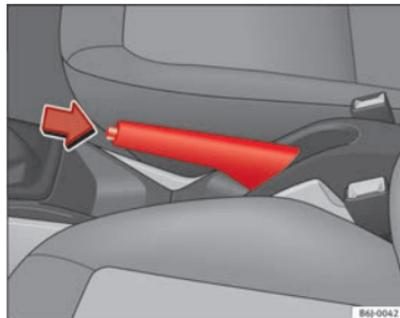

Fig. 122 Travão de mão entre os bancos dianteiros
⇒ Fig. 122.
- Puxar a alavanca um pouco para cima, pressionar o botão de desbloqueio no sentido da seta ⇒ Fig. 122 e fazer descer completamente a alavanca ⇒ .